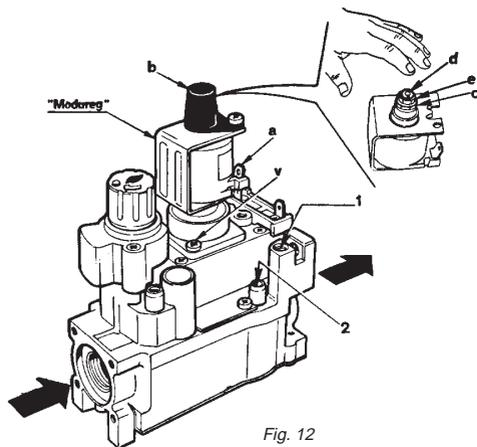
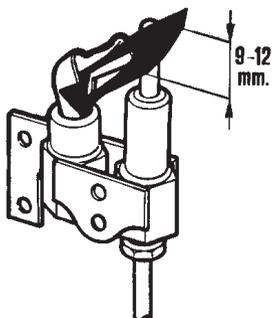

Fig. 12
Fig. 14
5.02 Regolazione della pressione minima e massima (fig. 12 - 13)
Questa regolazione deve essere effettuata tramite la vite 1 (Fig. 12 - 13) sulla valvola gas. Girando in senso orario la portata si riduce, ruotandola in senso antiorario aumenta. Per un buon funzionamento del pilota, la sua fiamma deve avvolgere la termocoppia nel modo indicato in fig. 14.
La termocoppia deve essere libera da incrostazioni e la fiamma pilota la deve avvolgere correttamente (fig. 14).
Regolare la fiamma ad avvolgere la termocoppia nel modo indicato in fig. 14